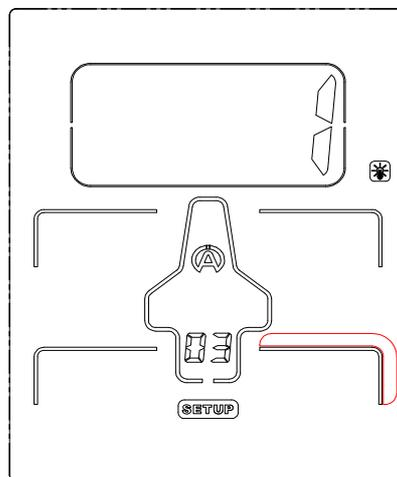

Figura 14
- 4) Premere il tasto centrale  per confermare la vostra scelta (*figura 14*).